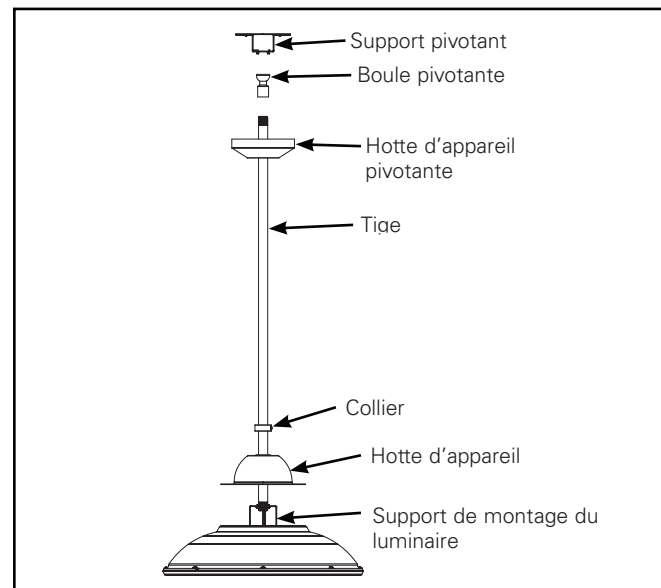
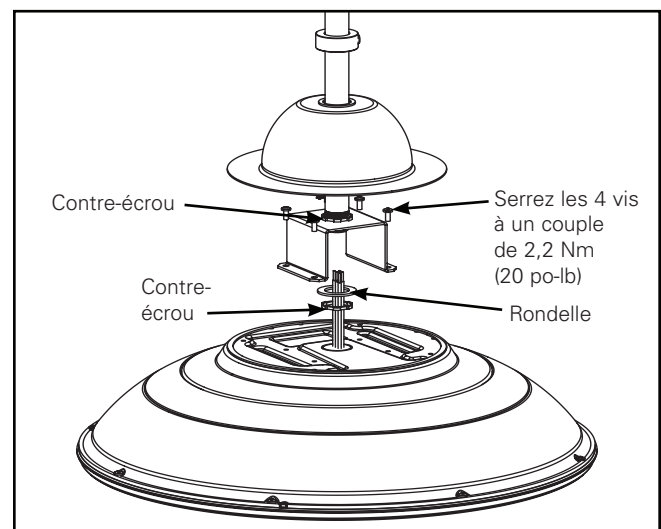

Figure 10. Option de montage suspendu décoratif
Figure 11.
2. Placer la hotte d'appareil, le collier et la hotte d'appareil pivotante sur la tige (Figure 10).
3. Vissez (1) contre-écrou sur le bout fileté de la tige jusqu'au dessus du filetage.
4. Insérez la tige dans le support de montage du luminaire (Figure 11).
5. Glissez (1) rondelle et (1) contre-écrou au bas de la tige et serrez en effectuant au moins 3 tours complets.